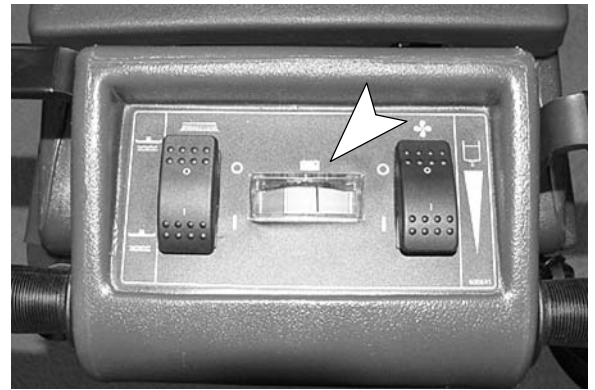

FIG. 16
- Vérifiez périodiquement le niveau de charge sur l'appareil de mesure de la charge des batteries. Quand l'aiguille descend dans la zone rouge, rechargez les batteries (Figure 16).